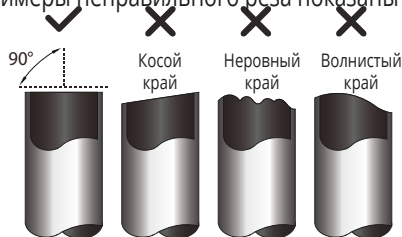

Рис. 5.1
3. Убедитесь, что трубка отрезана под углом ровно 90°. Примеры неправильного реза показаны на рис. 5.1.